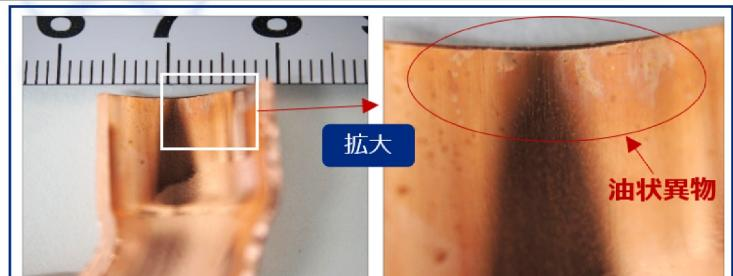

Fig.1 銅パイプ内面外観
■ 銅パイプの端部内面に見られた**油状の異物**(Fig.1)について、デジタルマイクロスコープ、走査電子顕微鏡(SEM)による**拡大観察**、エネルギー分散形X線分析装置(EDS)による**元素分析**、フーリエ変換赤外顕微分光装置(FT-IR)による**成分分析**を行いました。